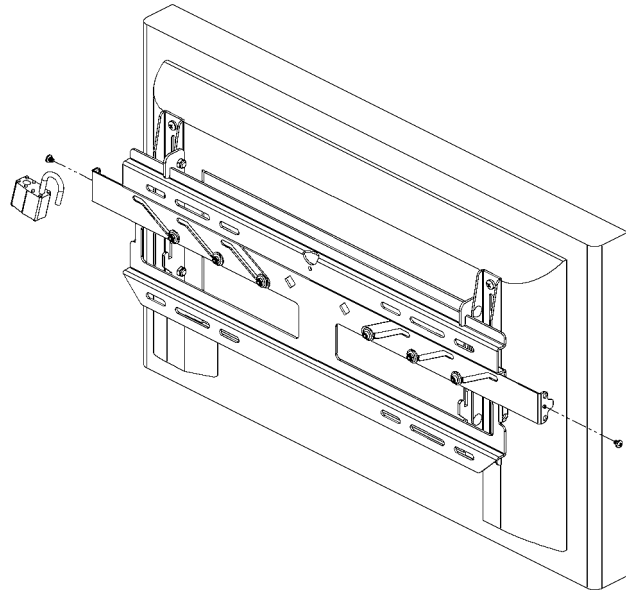

Abbildung 10. Sicherheits-Befestigungsteile entfernen
1. Auf Wunsch die selbstschneidenden Schrauben (70) und/oder Vorhängeschlösser von beiden Seiten der Wandplatte entfernen. Diese Befestigungsteile sind zur Sicherheit vorgesehen (siehe Abbildung 10).